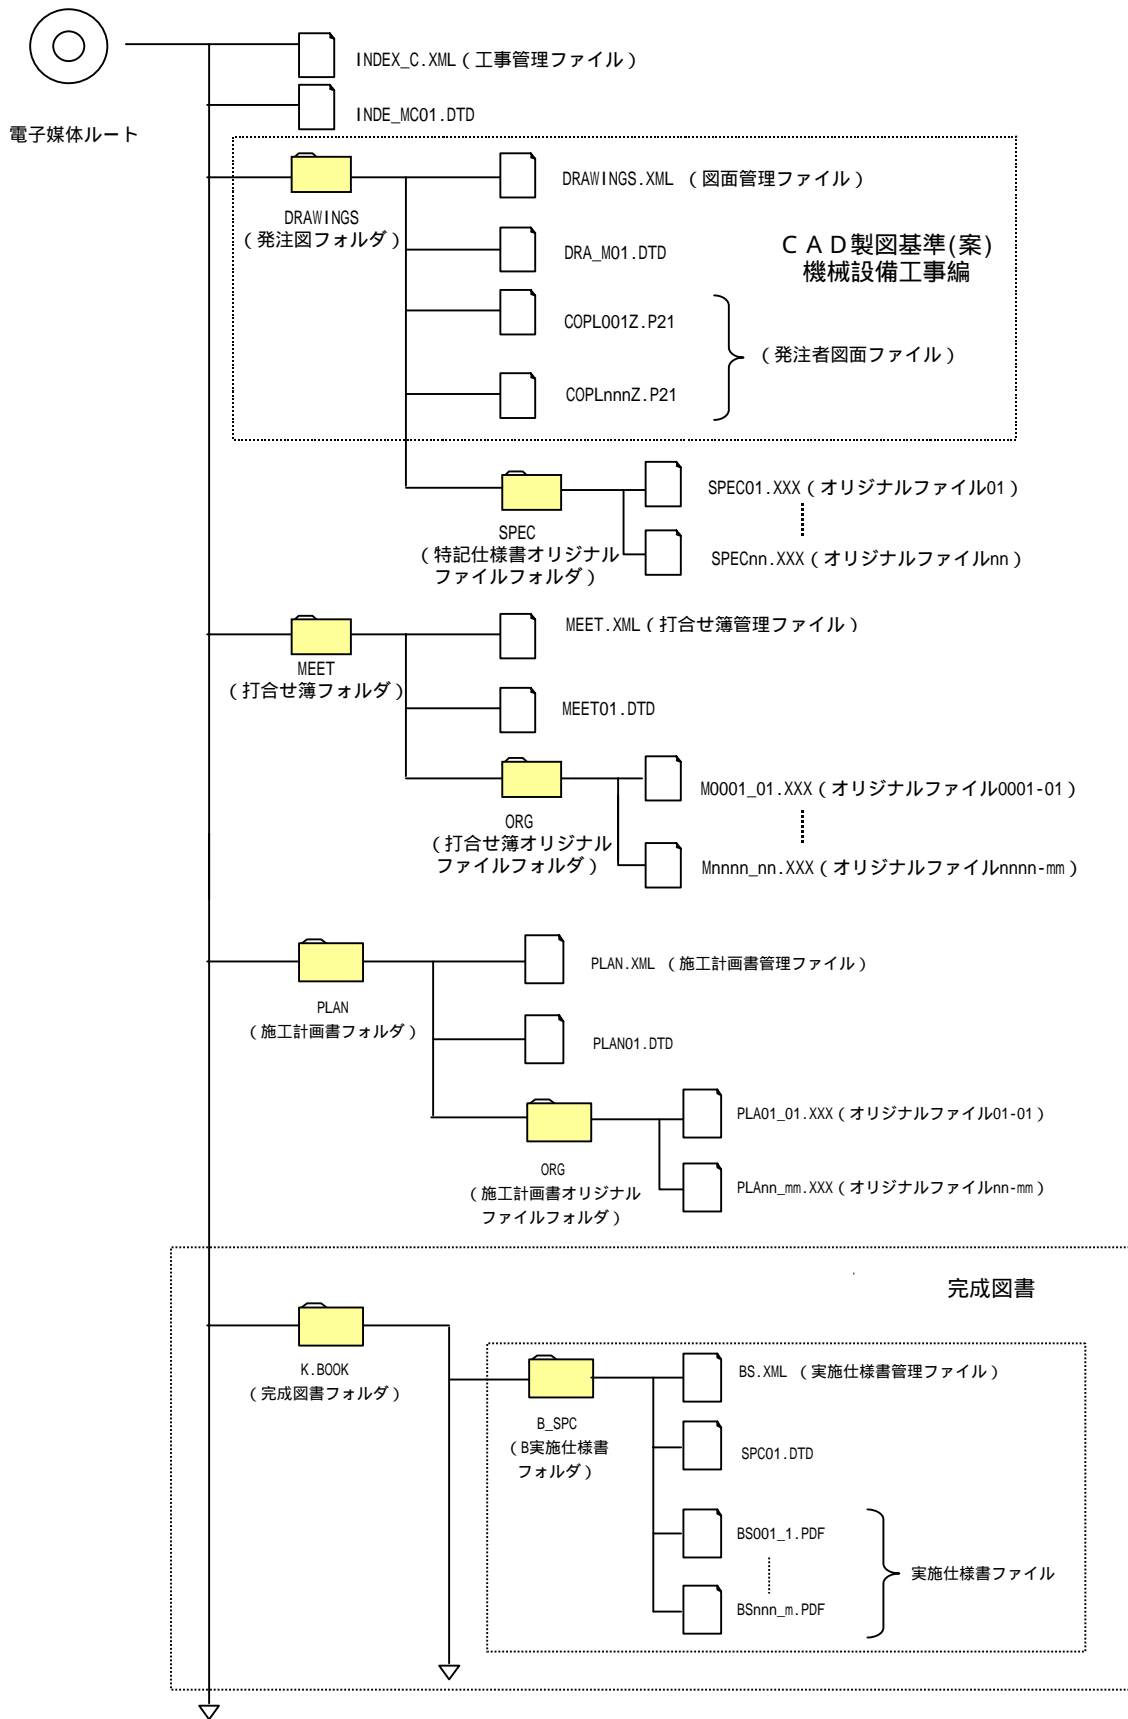

図 3-3-1 機械設備工事におけるフォルダ構成(1/5)
- 図 3-3-1 機械設備設計業務におけるフォルダ構成(1/5)